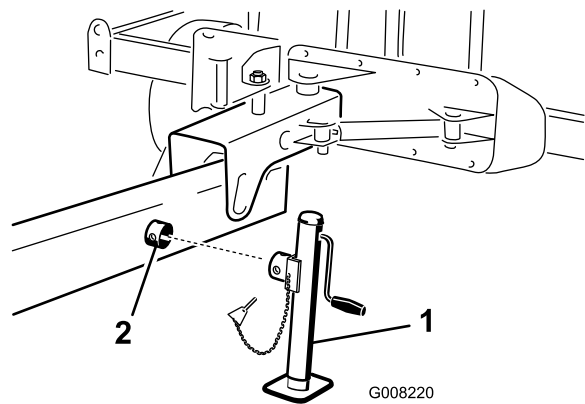

Figura 10
- 1. Coloque el gato sobre el tubo situado en el lateral del acoplamiento de remolque (Figura 10).
- 2. Gire el gato para alinear los taladros y sujete el conjunto con el pasador de seguridad (Figura 10).